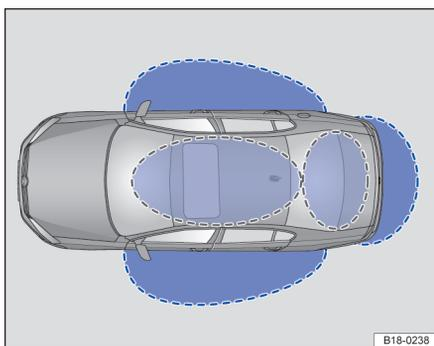
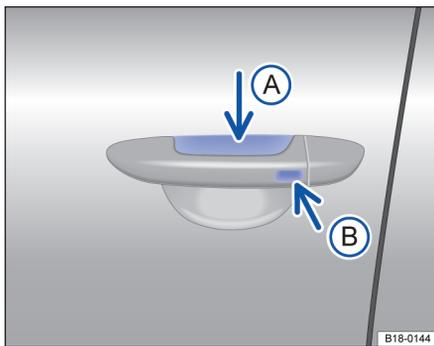

图 45 无钥匙系统 Kessy：接近范围
图 46 无钥匙系统 Kessy：车门拉手上的传感区
有效感应区域内⇒图 45，同时触摸车门拉手上的传感区之一⇒图 46 或按压行李厢盖上的按钮进行简单操作即可实现。
如果有一把有效遥控钥匙在有效感应区域⇒图 45 内, 则无钥匙系统 Kessy 会将访问权限授予该钥匙。紧接着可以在不主动操作遥控钥匙的情况下执行以下功能:
- 将手伸入前排车门拉手内侧区域⇒图 46 (箭头 A)。
- 关闭驾驶员侧车门, 触摸车门拉手上的传感器区⇒图 46 (箭头 B) 一次。汽车锁止。
如果在行李厢盖的有效感应区域内⇒图 45 有一把有效的遥控钥匙。
- 要便捷关闭所有电动车窗和天窗, 请用手指按住车门拉手上的传感区⇒图 46 (B) 几秒钟。
- 松开传感区⇒图 46 (B) 即可中断该功能。如果在松开车门拉手上的传感区⇒图 46 (B) 后立即将手放入 (A) 内, 则所有车窗自动打开 (安全功能)  ⇒第 63 页。
如果有水柱或水流从车门把手传感器⇒图 46 (A) (箭头) 处暂时移开, 然后又移回 (例如洗车时), 则所有车窗均有可能打开⇒第 56 页, 便捷功能。